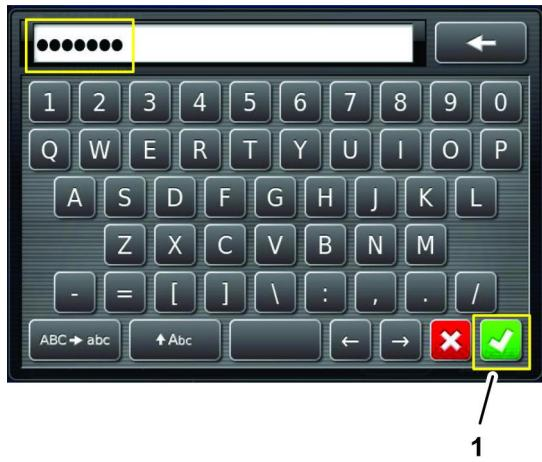

Figura 125
- Utilice el teclado en pantalla para introducir la contraseña que recibió en el paso 1, y pulse el ícono Confirmar (Figura 125).